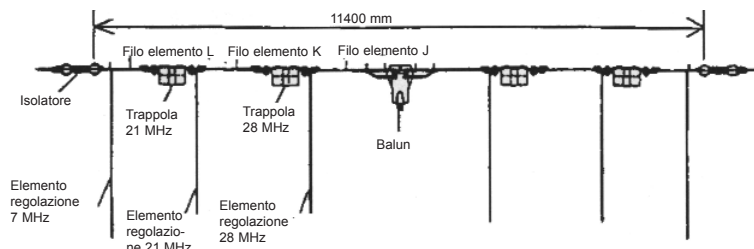

Fig. 1
- 1 Fate una spira per circa 20 cm tra l'elemento filo ed il balun, giuntate con circa 12 cm di filo (fig. 1).